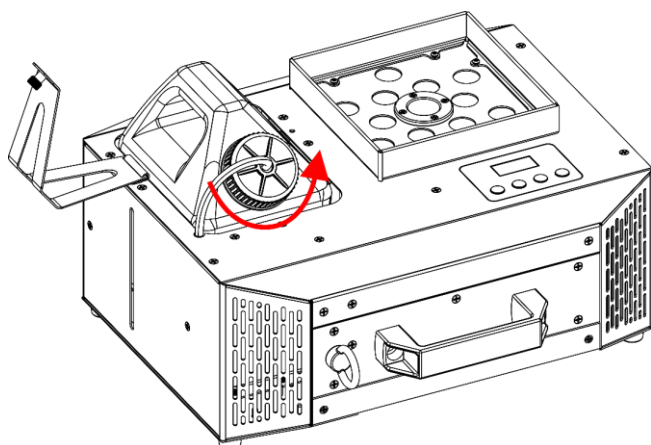

Fig. 30
- 04) Dévissez le bouchon du réservoir de liquide, comme indiqué sur la Fig. 30.